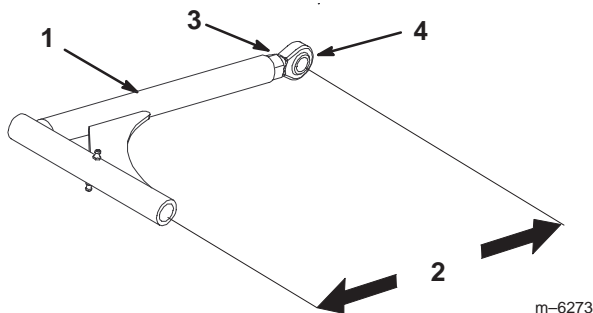

Figure 67
9. Si la poulie de renvoi fixe touche l'extrémité de la fente de réglage et si la courroie a besoin d'être tendue davantage, il est possible de modifier légèrement la longueur des bras de poussée (Fig. 67).